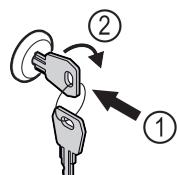

Fig. 180 Зображення для прикладу
- Вдавити ключ Fig. 180 (1).
- Повернути ключ на 90° проти годинникової стрілки Fig. 180 (2).
- Повернути ключ на 90° за годинниковою стрілкою Fig. 180 (2).